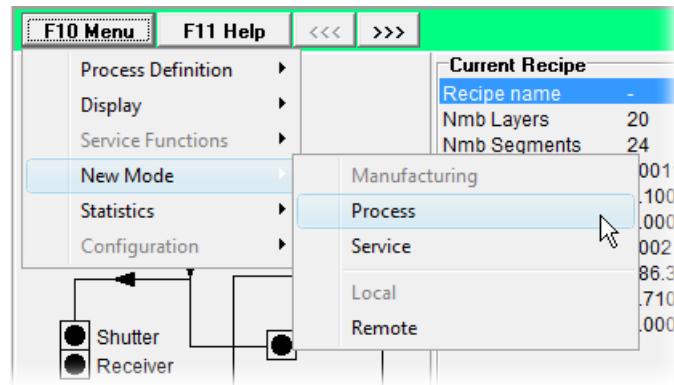

Abb. 8-2
- 1 Wählen Sie unter dem Hauptmenüpunkt [New Mode] die gewünschte Betriebs- bzw. Kontrollart aus (Abb. 8-2, 168).